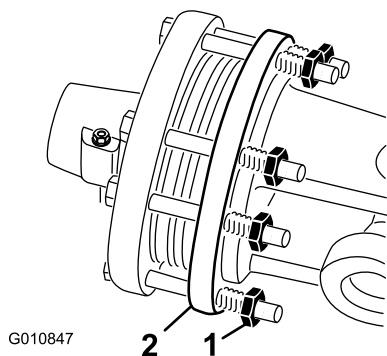

図 49
1. シーズンの終了後、各クラッチナットを2回転ゆるめる図 49。